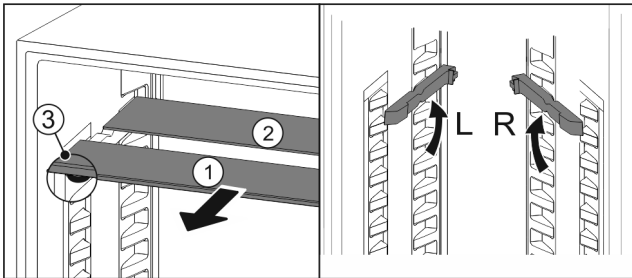

Fig. 55
- Sortir les tablettes par l'avant Fig. 55 (1).
- La tablette en verre Fig. 55 (1) avec bordure décorative est située à l'avant.
- Les butées Fig. 55 (3) sont orientées vers le bas.